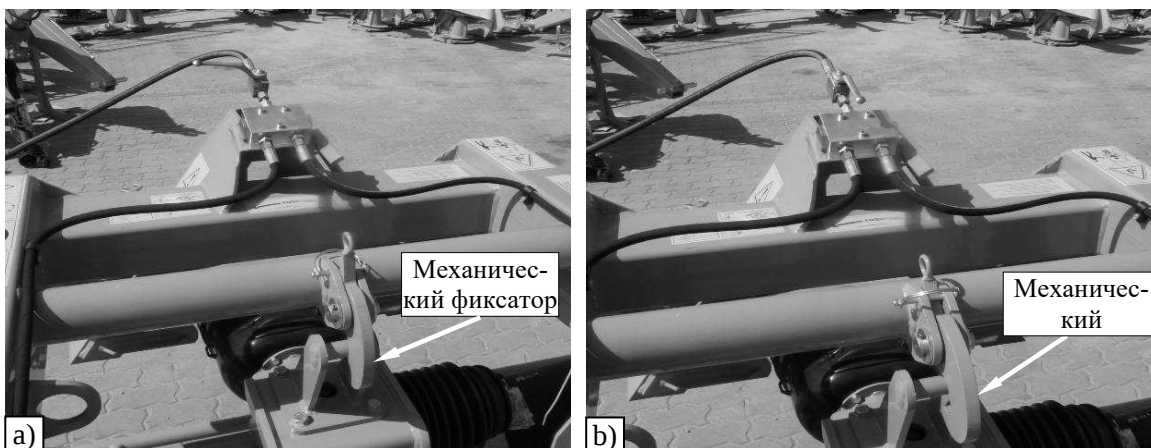

Рис. 12. Положение механического фиксатора и запорного гидравлического крана гидросистемы в а) транспортном и б) рабочем положении косилки
- ❑ Закрывать механический фиксатор и закрепить при помощи шплинта-проволоки (Рис. 12а).